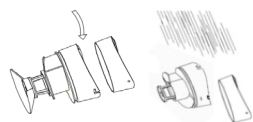

Bild 12
3. Drehen Sie den Filtereinsatz heraus. Jetzt können Sie den HEPA Filter entnehmen. (Bild 12)
4. Reinigen oder waschen Sie den Filter, bei Bedarf tauschen Sie ihn aus. Bauen Sie nun alles in umgekehrter Reihenfolge wieder zusammen. Bauen Sie nur einen trockenen Filter ein! (Bild 12)